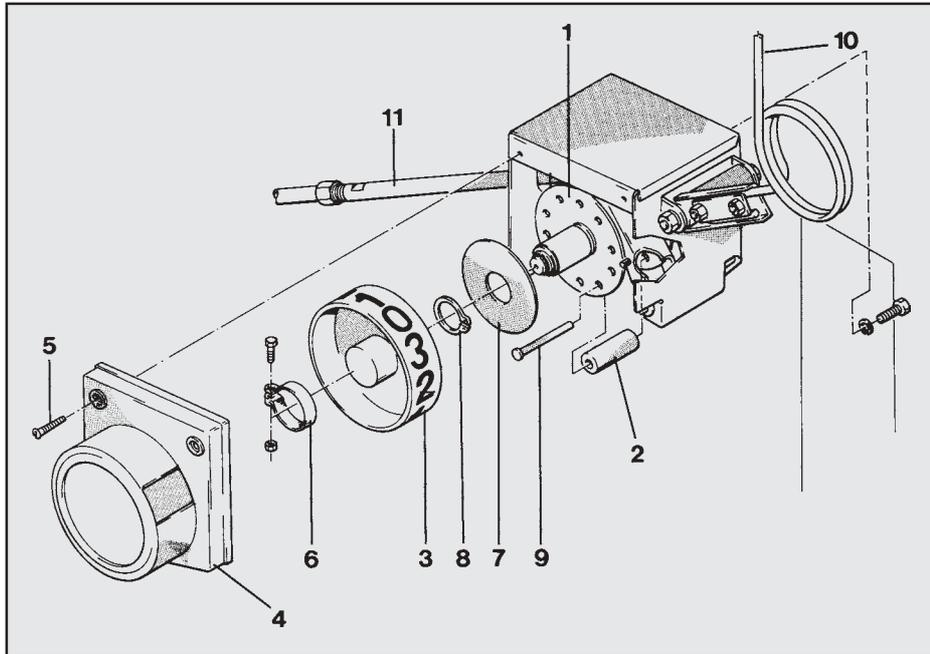

Рис. 93
Для переналадки пульта управления необходимо только переключить или дополнить переключающие ролики (рис. 93/2). Это можно выполнить также на закрепленном на сеялке пульте управления.
- Снять защитную крышку (рис. 93/4), после отвинчивания двух металлических винтов (рис. 93/5).
- Отвинтить хомутик (рис. 93/6) и снять вместе с колесом индикатора (рис. 93/3).
- Стопорный диск (рис. 93/7) необходимо снять после удаления стопорного кольца 24 x 1,2 (рис. 93/8).
- После извлечения болтов (рис. 93/9), можно переналадить свободные переключающие ролики (рис. 93/2), пользуясь рис. 94.
- Смонтировать стопорный диск (рис. 93/7) и стопорное кольцо (рис. 93/8).
- Оснастить колесо индикатора (рис. 93/3) новой контрольной полосой (рис. 94) и с помощью хомутика (рис. 93/6), сначала неплотно, закрепить на разделительной кулисе.
- Соединять пульт управления последовательно с рабочей пружиной (рис. 93/10), пока стяжная трубка (рис. 93/11) не затянется переключающим роликом (рис. 93/2) и не будет им удерживаться. Защитная крышка (рис. 93/4) удерживается на пульте управления, а колесо индикатора (рис. 93/3) переключается до тех пор, пока в окошке защитной крышки не будет видно цифру "0".
- Закрепить колесо индикатора (рис. 93/3) с помощью хомутика (рис. 93/6) и смонтировать защитную крышку (рис. 93/4).
- Соединять пусковой ящик последовательно с рабочей пружиной (рис. 93/10), пока колесо индикатора (рис. 93/3) полностью не провернется хотя бы три раза и проверить, работает ли пусковой ящик надлежащим образом, т.е. в каждой позиции "0" затягивается стяжная трубка (рис. 93/11).